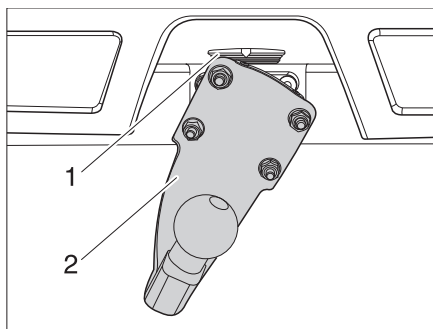

Bild 4 Släpvagnskoppling
- Sätt släpvagnskopplingen (Bild 4,2) i 90° vinkel på spärren (Bild 4,1).
- Sväng släpvagnskopplingen (Bild 4,2) nedåt tills spärren (Bild 4,1) går i lås.
- Tryck spärren (Bild 4,1) uppåt.
- Sväng släpvagnskopplingen (Bild 4,2) 90° åt vänster.
- Släpp spärren (Bild 4,1).
- Ta bort släpvagnskopplingen (Bild 4,2).